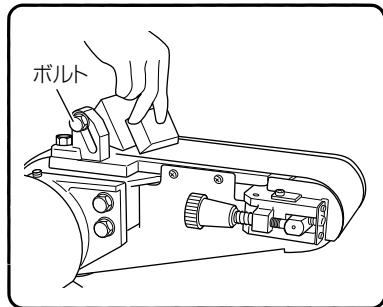

図13
(2) ツールレストは、ボルトをゆるめると傾斜させることができます。(図13)